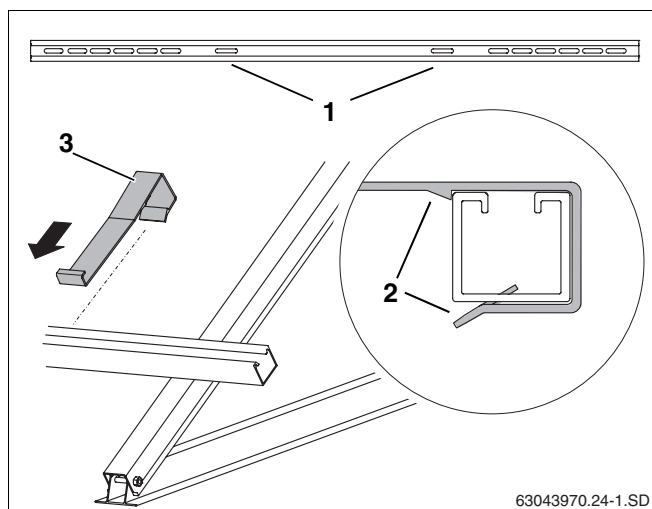

Fig. 36 Encaixar a protecção contra deslizamento.
- ▶ Colocar cada protecção contra deslizamento (fig. 36, **item 3**) nos furos oblongos interiores (fig. 36, **item 1**), a partir de fora, sobre os perfis, até que encaixem (fig. 36, **item 2**).